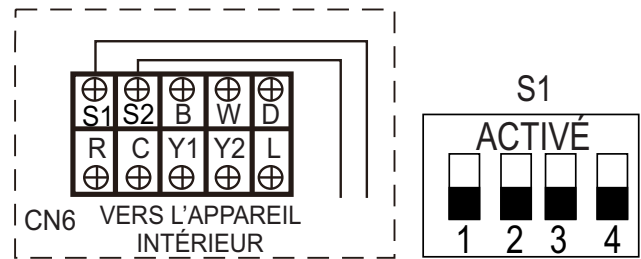

Fig. 22 –Option 1 : Communication RS485 sans polarité
2. Effectuez tous les raccordements entre le module intérieur et l'appareil extérieur conformément aux figures 22 et 23.